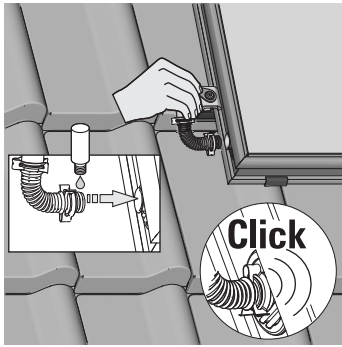

Bild 3-41 Arbeitsschritt 2
2. Anschlussfittings montieren (Bild 3-41).